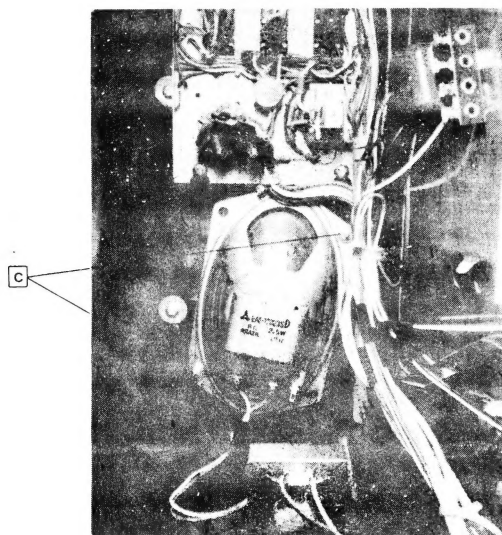

Fig. 3
- 1 - Remova os parafusos **C** (Ver fig.3)